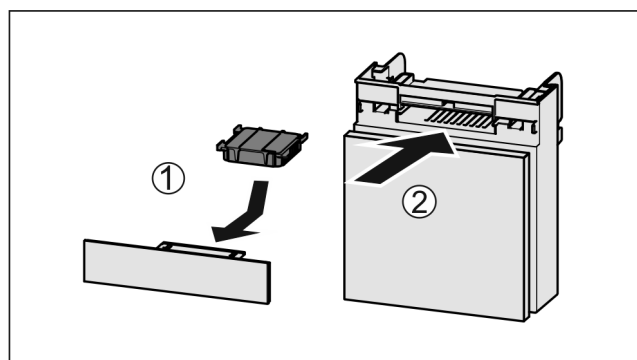

Fig. 52
- ▶ Установите фильтр с активированным углем, как показано на рисунке Fig. 52 (1).
- ▶ Вставьте отделение Fig. 52 (2).